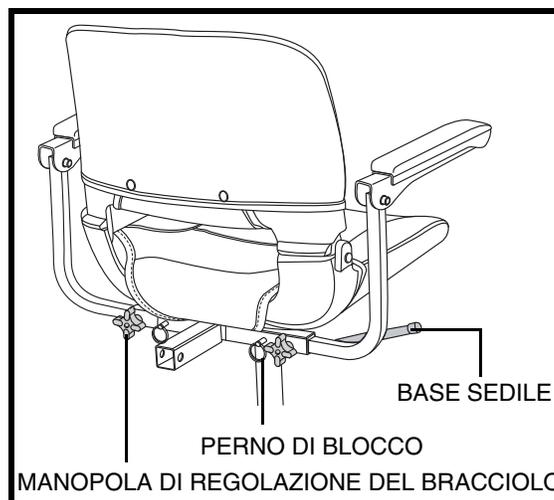

Figura 17. Regolazioni del sedile
La leva di rotazione del sedile, ubicato sulla destra della base del sedile, può essere usato per bloccare il sedile in diverse posizioni. **Vedere figura 17.**
1. Allentare le manopole di regolazione del bracciolo. **Vedere figura 17.**